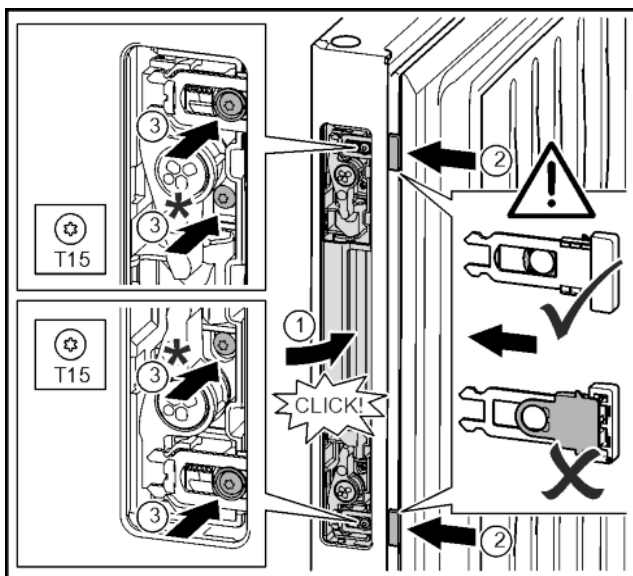

Fig. 22
- Вспомогательный механизм открывания двери вставить в отверстие с противоположной стороны и зафиксировать. Fig. 22 (1)
- По выемкам сдвинуть защелку механизма открывания двери до момента фиксации. Fig. 22 (2)
- Закрутить винты вместе с пластмассовыми выступами отверткой T15. Fig. 22 (3)